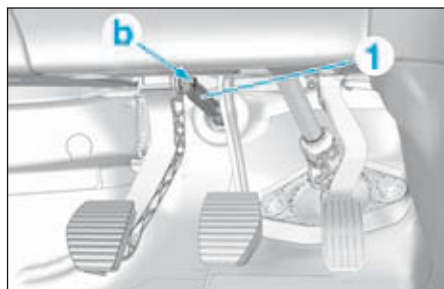

FIG.8
- Dégrafer la tige (1) du cylindre émetteur d'embrayage en (b) (Fig.8).